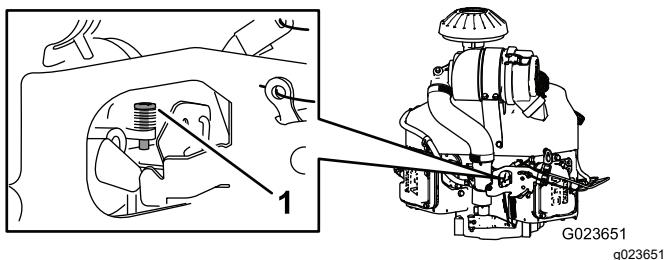

Bild 66
- Stellen Sie die Anschlagschraube am Vergaser (Bild 66) so ein, dass